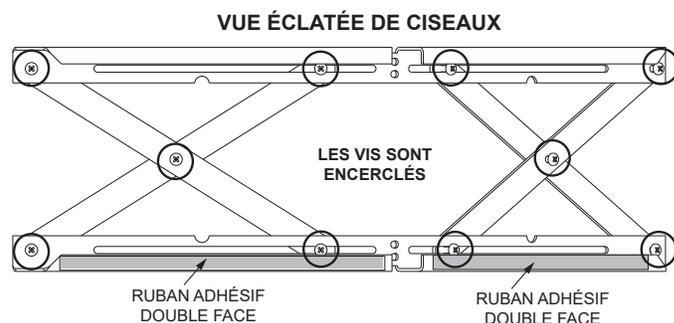

Figure 23.1
1. Les 10 vis de chaque mécanisme extensible sont fournies desserrées (**Figure 23.1**).